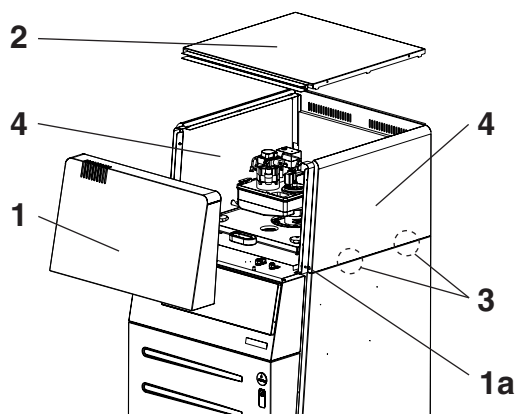

Fig. 08
1. Rimuovere la copertura frontale (1, fig. 08), a tale scopo allentare i bulloni di sicurezza laterali (1a) (circa $\frac{1}{4}$ di rotazione a sinistra ed estrarre fino ad arresto). Sollevare verso l'alto la copertura frontale mantenendola diritta (1) e rimuoverla in avanti.
2. Sollevare il coperchio (2) e rimuoverlo.
3. Smontare le viti di sicurezza (3) a destra e a sinistra.
4. Sollevare le pareti laterali spingendole (4), leggermente in avanti.